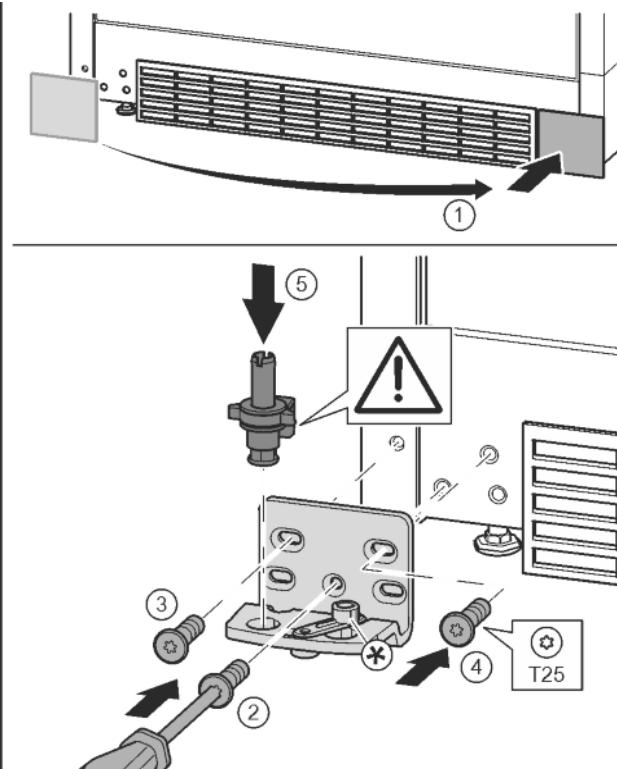

Fig. 18
- ▶ Свалете капака и го поставете от другата страна. Fig. 18 (1)
- ▶ Поставете лагерната стойка от другата страна и я завийте с помощта на отвертка T25. Започнете с винт 2 долу в средата. Fig. 18 (2)
- ▶ Затегнете винт 3 и 4. Fig. 18 (3, 4)
- ▶ Вкарайте изцяло лагерния болт. При това обрънете внимание на това, фиксиращата гърбица да сочи назад. Fig. 18 (5)